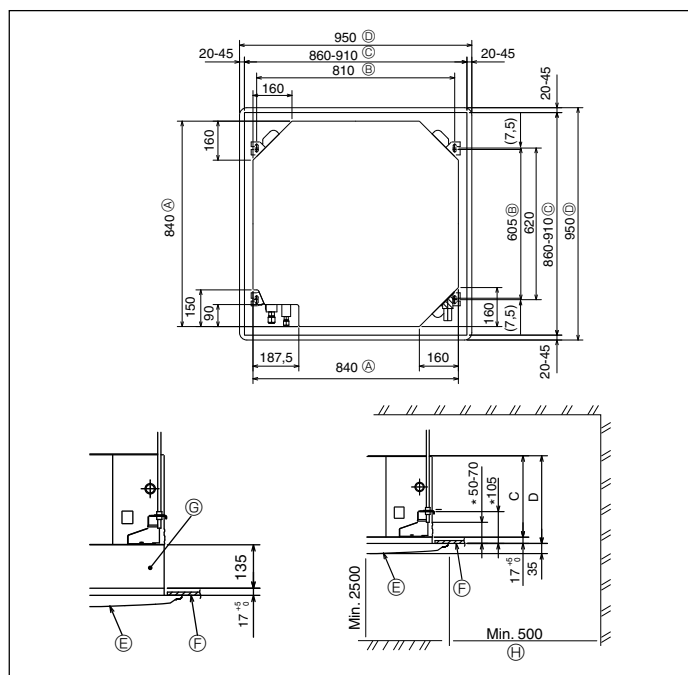

Fig. 3-2
①	Mal voor installatie	1
②	Sluitring (met isolatie) Sluitring (zonder isolatie)	4
③	Pijpisolatie (voor koppeling van koelleiding) kleine diameter grote diameter	1 1
④	Band	8
⑤	Schroef met ring (M5 × 25) voor montage van de grill	4
⑥	Aftapbus	1
⑦	Isolatie	1
⑧	Flensmoer 1/4F (P60)	1
3.2. Plafondopeningen en posities voor installatie van de ophangbouten (Fig. 3-2)
* De afmetingen van de plafondopeningen kunnen aangepast worden binnen de begrenzingen zoals afgebeeld in Fig.3-2; u moet dus het apparaat tegen het plafondopening centreren, waarbij u ervoor moet zorgen dat de respectievelijke tegengestelde zijden aan alle kanten van de opening hetzelfde zijn.